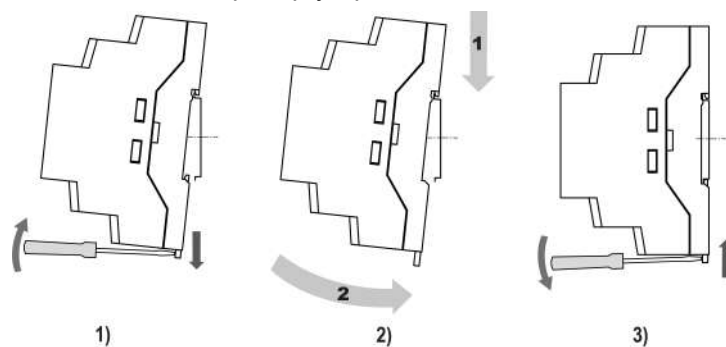

Рисунок 4.10 – Монтаж прибора с креплением на DIN-рейку
2. Вставив отвертку в проушину, оттянуть защелку рисунок 4.10, 1
3. Установить прибор на DIN-рейку в соответствии с в направлении стрелки 1 рисунок 4.10, 2;
4. Прижать прибор к DIN-рейке в направлении, показанном стрелкой 2 (см. рисунок 4.10, 2). Зафиксировать защелку (см. рисунок 4.10, 3).